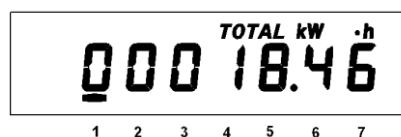

Рисунок 6 – Окно суммарной энергии нарастающим итогом
- значение энергии нарастающим итогом в киловатт-часах [kW·h] (см. Рисунок 6);
На Рисунок 6 показано значение 18.46 [kW•h] суммарной энергии нарастающим итогом.